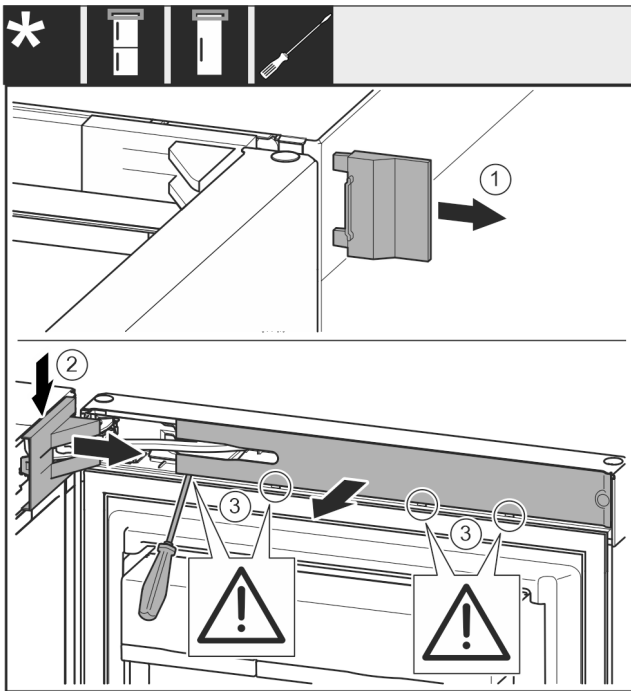

Fig. 10
- ▶ Abdeckung Fig. 10 (1) abnehmen.
- ▶ Lagerbockabdeckung Fig. 10 (2) ausrasten und lösen.
- ▶ Lagerbockabdeckung Fig. 10 (2) abnehmen.
- ▶ Blende Fig. 10 (3) mit Schlitzschraubendreher ausrasten und zur Seite schwenken.